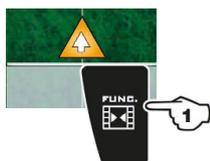

Fig. 202
- 2 Appuyez sur **F3**. Une liste d'options pour le marquage des points s'affichera (Fig. 202). La pression de chaque touche activera la fonction à côté.